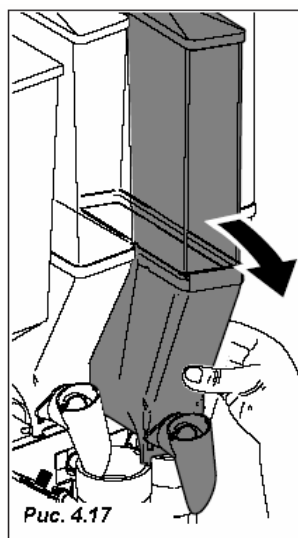

Рис. 4.17
- Извлеките из торгового автомата все контейнеры (Рис. 4.17).